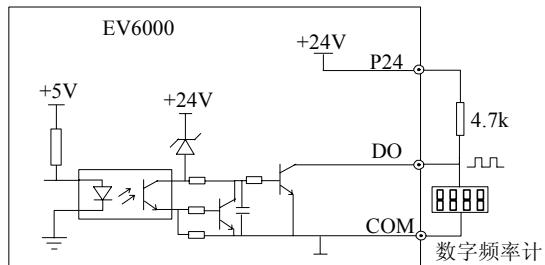

图 4-25 输出端子 DO 连接方式 1
3. 数字脉冲频率输出 DO 可使用变频器内部的 24V 电源，接线方式请参见图 4-25。